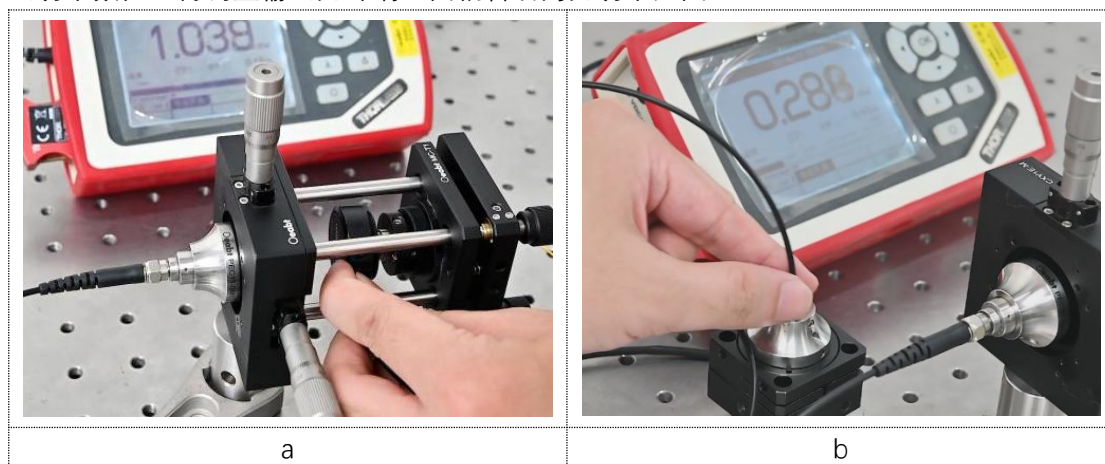

图 4-5
②、测量输入激光功率(用户请自备功率计)：将功率计探头放至输入准直器前，测量出功率数值。再测量输出光纤端经由耦合后的光功率；图 4-5。